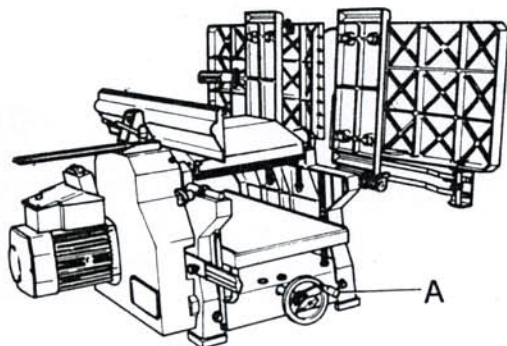

Fig. 20
The thicknesser table is placed in its desired height position by means of hand-wheel (A), as shown in fig. 20.
Il piano a spessore viene posizionato all'altezza desiderata mediante il volantino di comando (A), come illustra la Fig. 20. La scala per la regolazione in altezza è montata sul lato sinistro del volantino. Il piano per il lavoro a spessore presenta due guide laterali che evitano ai pezzi di legno in lavorazione l'uscita dal piano e l'eventuale incastro sulle fiancate interne della macchina.
La table de la raboteuse peut être placée à l'hauteur désirée à l'aide du volant (A) comme indiqué sur la fig. 20. L'épaisseur de rabotage est indiquée sur l'échelle qui se trouve à gauche du volant.
Der Tisch kann mittels der Handkurbel auf die gewünschte Höhe gebracht werden. Eine Arretierung ist nicht erforderlich. Die Hobeldicke wird links neben der Kurbel auf einer Skala angezeigt (Fig. 20).
De vandikteschaaf tafel wordt door middel van het handwiel (A) op de gewenste hoogte ingesteld, zoals aangegeven in (Fig. 20).